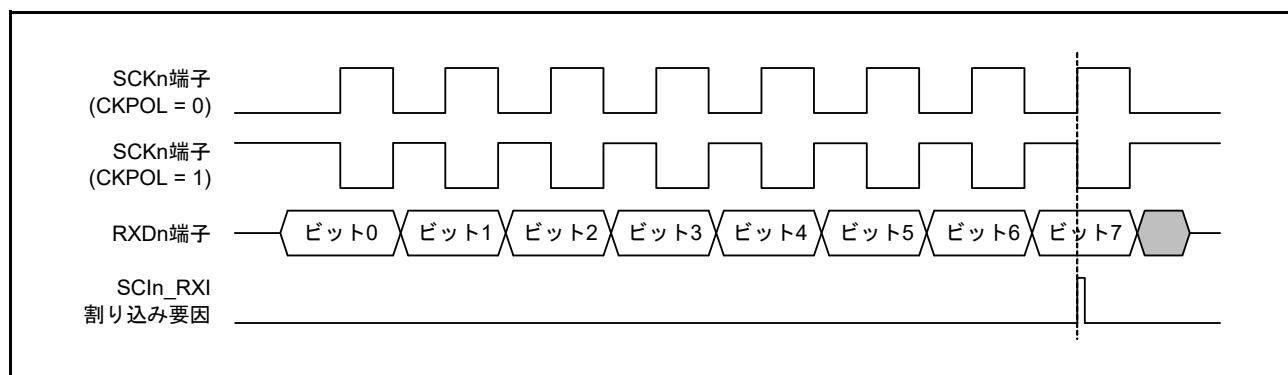

図 28.79 簡易 SPI モードにおける SCIn\_RXI 割り込みの発生タイミング（クロック遅れあり）
- クロック遅れあり (SPMR.CKPH ビット = 1) では、図 28.79 に示すように、SCKn 端子の最終クロックエッジ手前のクロックエッジで受信データフル割り込み (SCIn\_RXI) が発生します。SCR.TE ビットと SCR.RE ビットを SCKn 端子の最終クロックエッジより前に 0 になると、SCKn 端子出力がハイインピーダンスとなり、送受信クロックの最後のクロックパルス幅が短くなります。また、SCIn\_RXI 割り込みの発生によって、SCKn 端子の最終クロックエッジより前に接続先スレーブの SSn 端子入力信号が High になった場合、スレーブが誤動作する可能性があります